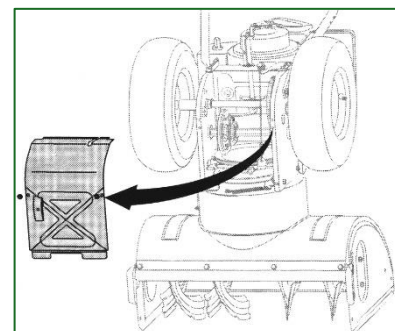

Abbildung 20
1. Entfernen Sie die Riemenabdeckung an der Vorderseite des Motors, indem Sie die beiden selbstschneidenden Schrauben entfernen. Siehe Abbildung 20.